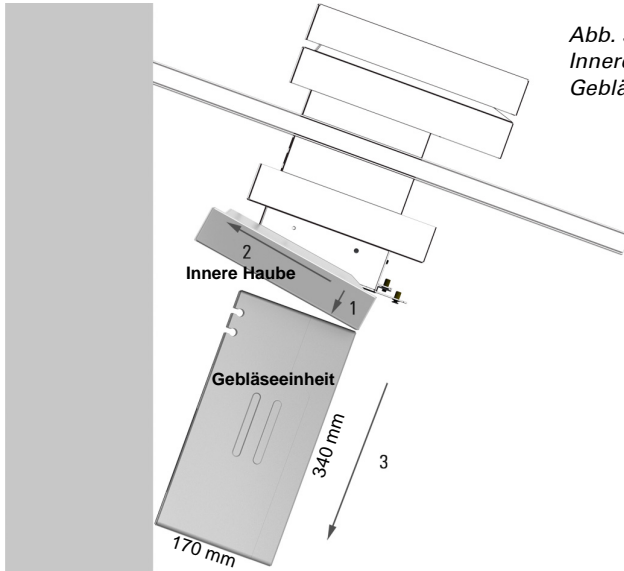

Abb. 5
- Genügend Raum zur Demontage der Gebläseeinheit lassen. Die Gebläseeinheit hat eine Länge von 340 mm (Abb. 5)